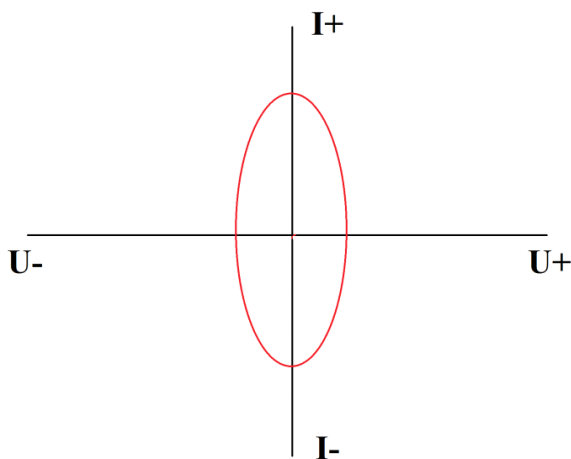

Рисунок 8. Внешний вид графика ВАХ конденсатора.
- ВАХ конденсатора имеет форму эллипса (Рисунок 8).